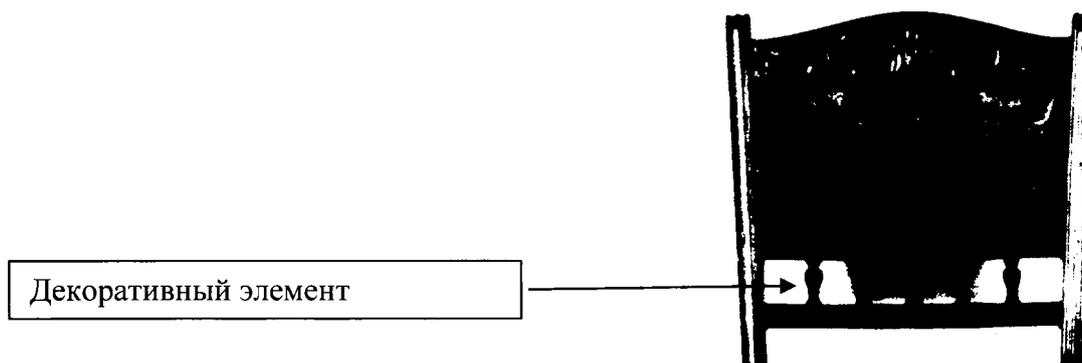

Рис. 1. Образец спинки стула
1. С помощью образца (рис. 1) и по заданным габаритным размерам сконструировать и выточить декоративный элемент для спинки стула.